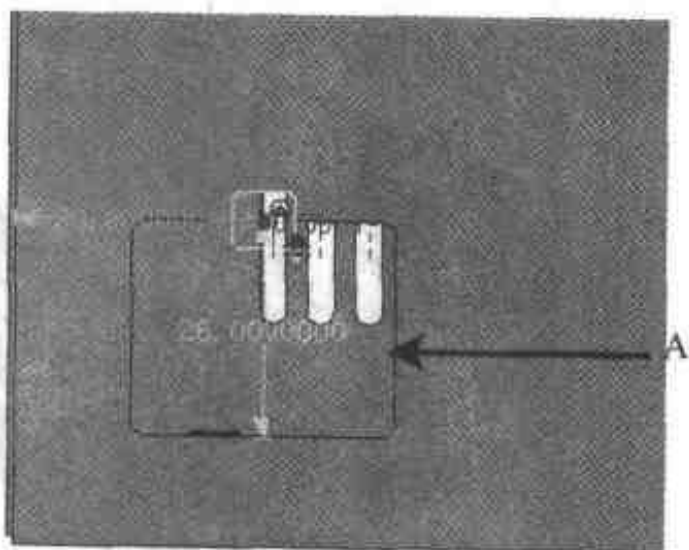
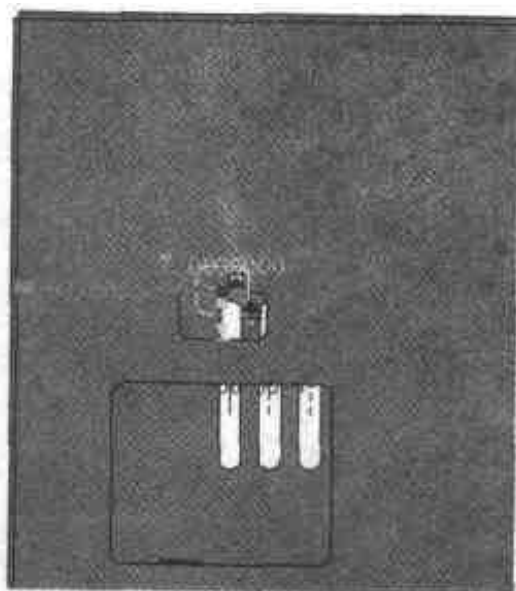

图 4.49 添加【圆角矩形孔】图素
图 4.50 添加【圆角矩形孔】图素
- (4) 从右侧的【钣金】设计元素库中向第一个圆角矩形孔上方中心拖入一【圆角矩形孔】，结果如图 4.49 所示，右击显示数字 A 将当前数值 26 改为 36。
- (5) 在设计树中右击【圆角矩形孔】，自定义孔的长度为 13、宽度为 7 和半径为 1.5。
- (6) 从右侧的【钣金】设计元素库中向第二个圆角矩形孔上方中心拖入一【圆角矩形孔】，结果如图 4.50 所示，将图中数据 A 处的数据改为 22。
- (7) 在设计树中右击【圆角矩形孔】，自定义孔的长度为 28、宽度为 21 和半径为 2。